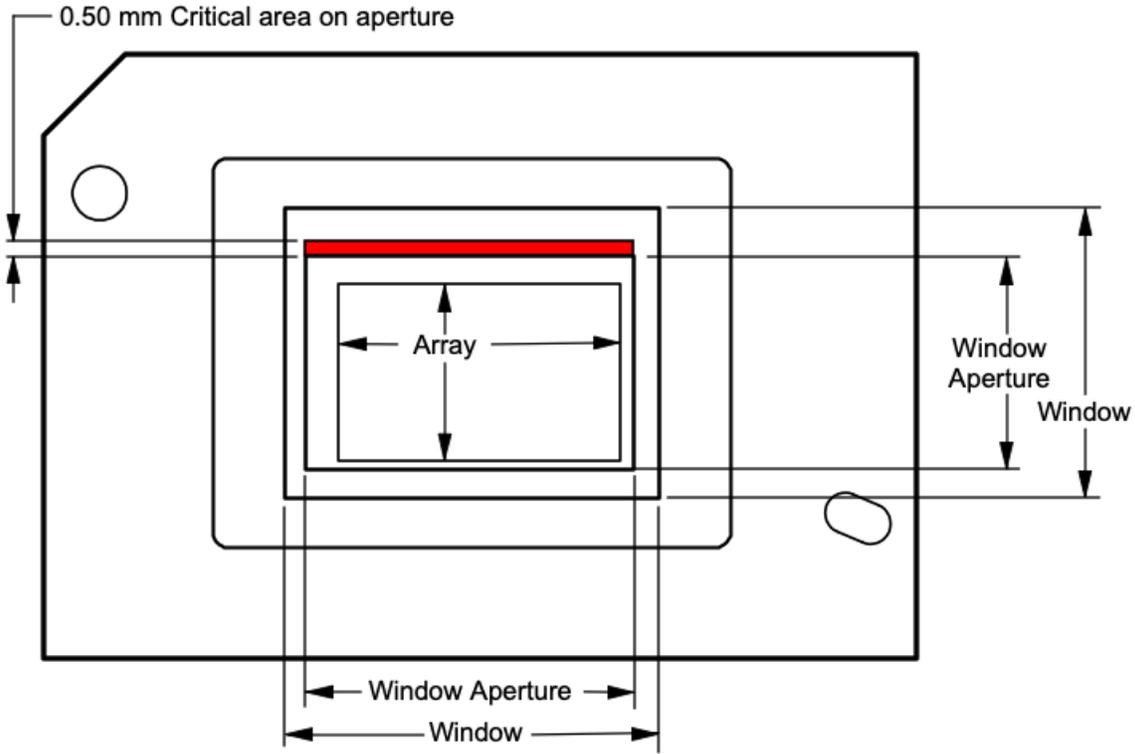

图 5-2. 照明溢出图 — 关键区域
- (6) 为了防止电流过大, 电源电压差值 |VBIAS - VRESET| 必须小于指定的限值。
- (7) LS\_CLK 必须按指定方式运行, 以满足复位波形命令的内部 DMD 时序。
- (8) 请参阅 *时序要求* 中的 SubLVDS 时序要求。
- (9) 如果 DMD 同时暴露于温度和 UV 照明的最大建议运行条件下, 则会缩短器件寿命。
- (10) 阵列温度无法直接测量, 必须通过在测试点 (TP1) 测量的温度以及封装热阻 (使用微镜阵列温度计算) 进行分析计算。
- (11) 最大工作阵列温度根据 DMD 在终端应用中经历的微镜着陆占空比进行降额。有关微镜着陆占空比的定义, 请参阅 节 6.9.1 部分。
- (12) 长期定义为器件的使用寿命。
- (13) 短期是器件使用寿命期间的总累积时间。
- (14) 器件不在高露点温度范围内的随时间变化的平均值 (包括存储和运行)。
- (15) 在存储和运行期间, 暴露于高范围内的露点温度限制在 CTELR 的总累积时间以内。
- (16) 适用于 图 5-2 中定义的区域。
- (17) DMD 的工作区域被 DMD 窗口表面内的孔隙包围, 该孔隙遮挡了正常视图中 DMD 器件组件的结构。该孔隙的大小可以预测多种光学条件。照亮有源阵列外部区域的溢出光会产生散射, 并对使用 DMD 的终端应用的性能产生不利影响。照明光学系统的一项设计目标是尽可能减少入射到有源阵列外部的光通量。根据光学系统的特定光学架构和组装公差, 有源阵列外部的溢出光量可能会导致系统性能下降。
- (18) 要进行计算, 请参阅 节 6.8。
- (19) 入射到 DMD 上的最大允许光功率受到每个指定波长范围的最大光功率密度以及微镜阵列温度 (TARRAY) 的限制。
- (20) 要进行计算, 请参阅 节 6.7。